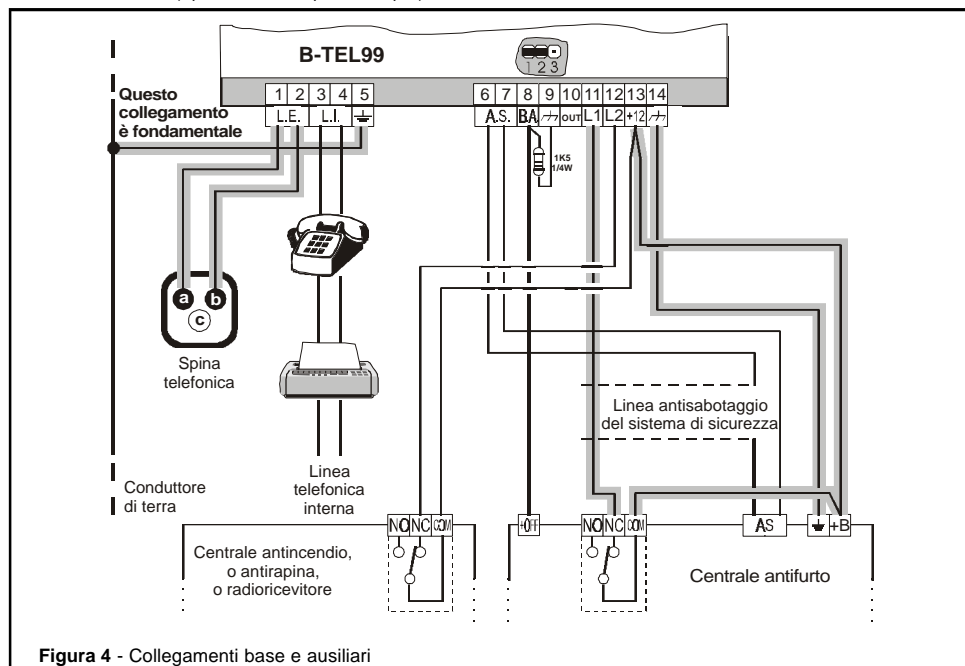

Figura 4 - Collegamenti base e ausiliari
I collegamenti base sono quelli indispensabili per il funzionamento dell'avvisatore e vengono illustrati in figura 4 (linee evidenziate). In quest'ultima, la linea di allarme L1 è collegata al contatto normalmente chiuso (NC) della centrale antifurto.
I collegamenti ausiliari non sono indispensabili per il funzionamento dell'avvisatore, ma consentono di sfruttare al massimo la versatilità di questo dispositivo. Tutti questi collegamenti sono riportati nella figura 4 e vengono descritti nei paragrafi seguenti.
Antisabotaggio Il collegamento dei morsetti antisabotaggio permette di rilevare eventuali tentativi di manomissione del contenitore dell'avvisatore. In figura 4 questi morsetti sono collegati in serie alla linea antisabotaggio del sistema di sicurezza.
Collegamento di altri dispositivi Il B-TEL99 è fornito di 2 canali di allarme. Il canale 2 può essere usato per il collegamento del relè di allarme di una centrale antincendio, oppure del relè antirapina della centrale antifurto, oppure del relè di un radioricevitore (telesoccorso). In ogni caso lo schema è quello riportato in figura 4: i morsetti comune (COM) e normalmente chiuso (NC) del relè del dispositivo collegati, rispettivamente, al morsetto 13[+12] e alla linea di allarme secondaria 12[L2] del B-TEL99.